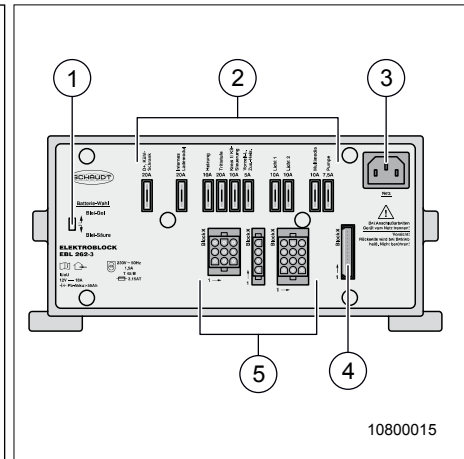

Fig. 46 Bloc électrique
Les coupe-circuits à broches (Fig. 46, pos. 2) protègent les différents circuits électriques. En cas de besoin, contrôler et remplacer les fusibles.